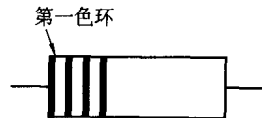

图1-3 色环电阻标值法
4) 色环电阻标值识别法 较小的碳膜电阻阻值及误差,一般用色环来表示。即在电阻的一端上画有三道或四道色环,如图1-3所示。